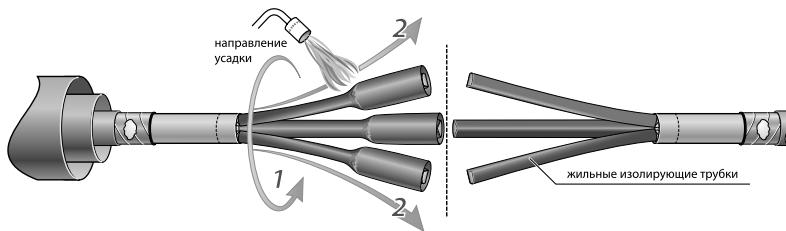

Рис. 2. Паяная система заземления
- 2.4 В местах, указанных на рисунке, обрудить участки бронелент и металлической оболочки (только для муфт ЗСТп-10 (пайка) – рис. 2) для последующего присоединения провода заземления (см. п. 1.2).
- 2.5 Для облучивания алюминиевой оболочки использовать припой А из комплекта монтажника. При выполнении пайки на металлической оболочке не допускается нарушение ее целостности и долговременный нагрев, приводящий к выкипанию прогревающего состава (пункт выполняется только для муфт ЗСТп-10 (пайка) – рис. 2).